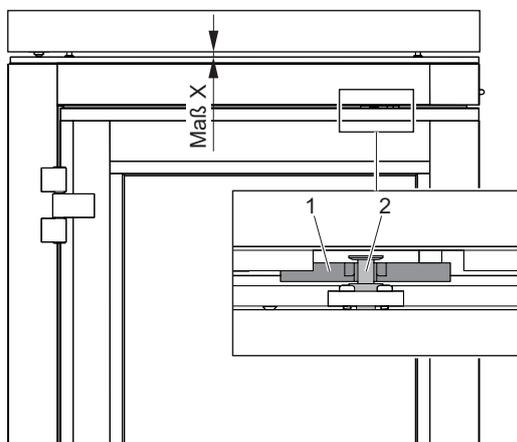

Fig. 30: Réglage du logement
- ▶ Tournez la plaque de pression vers le haut si le logement (Fig. 30/1) pour la tête champignon (Fig. 30/2) ressort de celle-ci ou si la cote X > 20 mm.
- ▶ Tournez la plaque de pression vers le bas si le logement (Fig. 30/1) pour la tête champignon (Fig. 30/2) se trouve devant l'évidement dans le profilé ou si la cote X < 20 mm.